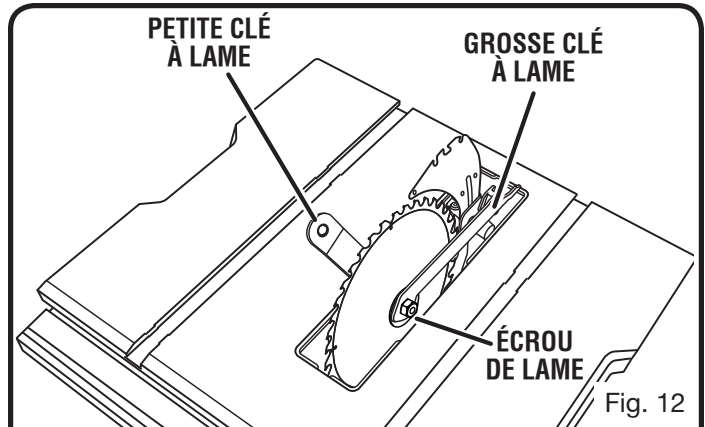

Fig. 12
Voir la figure 12.
- S'assurer que le levier de verrouillage de biseau est poussé à fond vers la gauche, voir la figure 12. Relever la lame au maximum en tournant le volant de réglage de hauteur/biseau vers la droite.